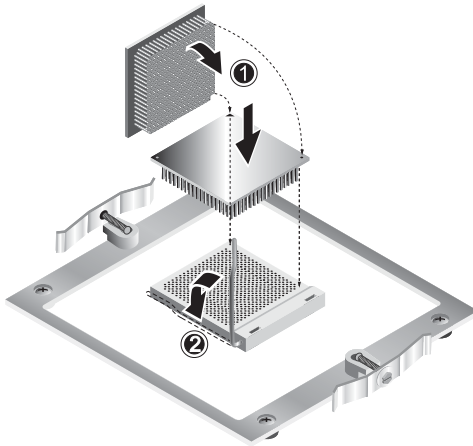

FIGURA 4-11 Instalación de la CPU
3. Alinee la CPU con su zócalo de manera que la patilla 1 de la CPU (indicada con la esquina con muesca) esté alineada con el orificio 1 del zócalo (indicado con la flecha en la esquina del zócalo). Consulte la FIGURA 4-11.
5. Cuando la CPU está colocada en el zócalo, ejerza presión hacia abajo en la palanca de retención del zócalo para fijar la CPU en su lugar (véase (2) en la FIGURA 4-11).